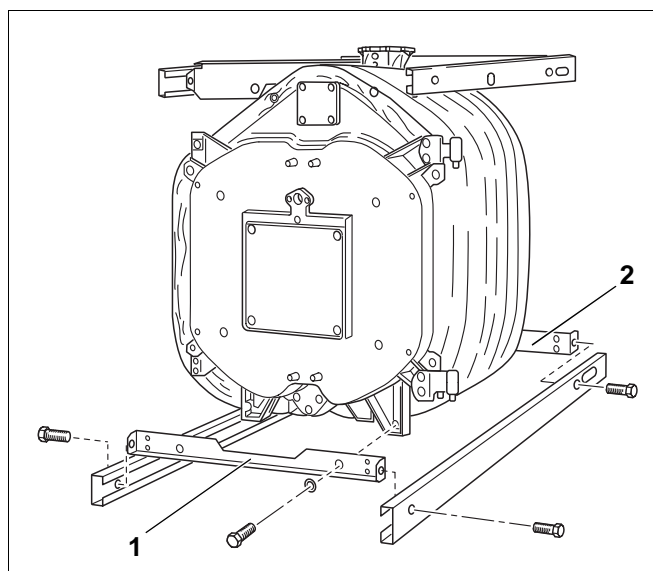

Рис. 37
- Нижние поперечные траверсы (рис. 37, **поз. 1 и 2**) прикрутить болтами (М 8 x 12) к ножкам на крайних секциях.